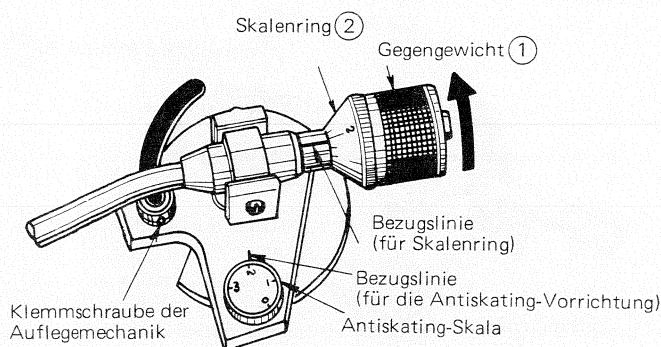

Abb. 11
- (1) Das Gegengewicht ① drehen, bis der Tonarm ausbalanciert ist.
- (2) Nach dem Ausbalancieren des Tonarmes ist der Skalenring ② zu drehen, bis die Markierung "0" des Skalenringes mit der Bezugsmarke übereinstimmt. Die Auflagekraft ist damit auf Null (0) Gramm eingestellt.
- (3) Anschließend das Gegengewicht ① drehen, bis die vorgeschriebene Auflagekraft mit der Bezugsmarke in Deckung kommt. Damit ist die gewünschte Auflagekraft der Abtastnadel eingestellt. (Abb. 11)
Die Skala der Antiskating-Vorrichtung ist auf den Wert der Auflagekraft der Abtastnadel einzustellen. (Abb. 11)
Um die Höhe der Abtastnadelspitze einzustellen, ist die Klemmschraube der Auflegemechanik gemäß Abb. 11 zu lösen.